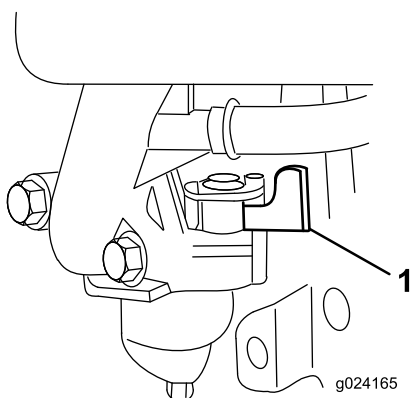

Figura 15
2. Abra la válvula de combustible moviendo la palanca de la válvula de combustible a la **derecha** (**Figura 15**).
Nota: Cierre la válvula de combustible moviendo la palanca de la válvula de combustible (Figura 15) a la **izquierda** a menos que vaya a volver a arrancar el motor en breve.